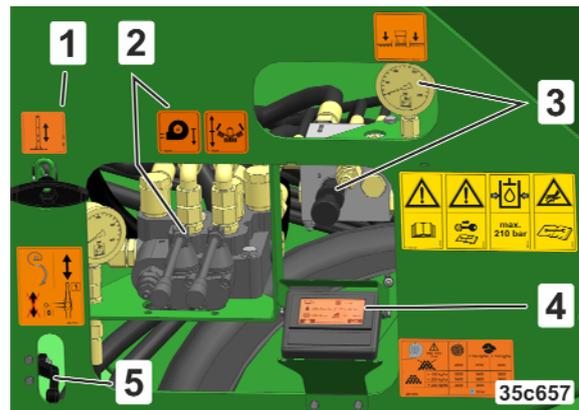

Fig. 39
- câble de traction des béquilles (Fig. 39/1),
- éléments de commande du circuit hydraulique de bord (Fig. 39/2),
- éléments de commande du réglage de la pression des tronçons (Fig. 39/3),
- en association avec le TwinTerminal ISOBUS (Fig. 39/4),
- éléments de commande de repliage des effaceurs de traces (Fig. 39/5).